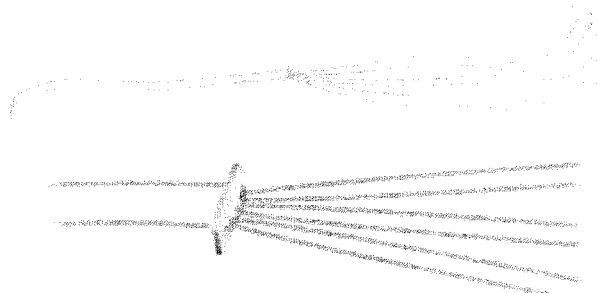

Figura 2
Los bucles premedidos Chord-X™ y el sistema de sutura Chord-X™ son prótesis configuradas con: (1) bucles de sutura de ePTFE premedidos y preanudados (Consulte figura 1) y (2) hilos de sutura de ePTFE sin nudos previos para que el cirujano pueda ajustar y crear bucles artificiales de longitud personalizable (Consulte figura 2).
- Utilice el gancho de valva azul para apoyar el borde de la valva en la posición planificada. • Utilice el control deslizante para extender el gancho papilar hasta el lugar planificado para la fijación al músculo papilar como se muestra en la Figura 2.